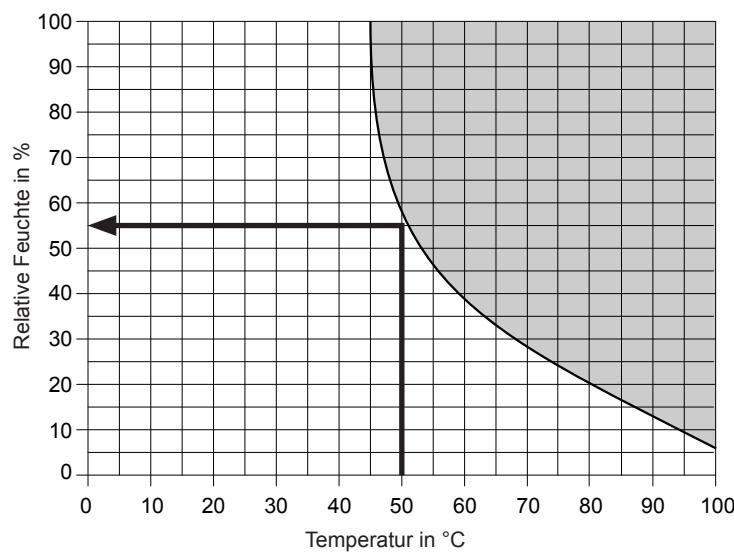
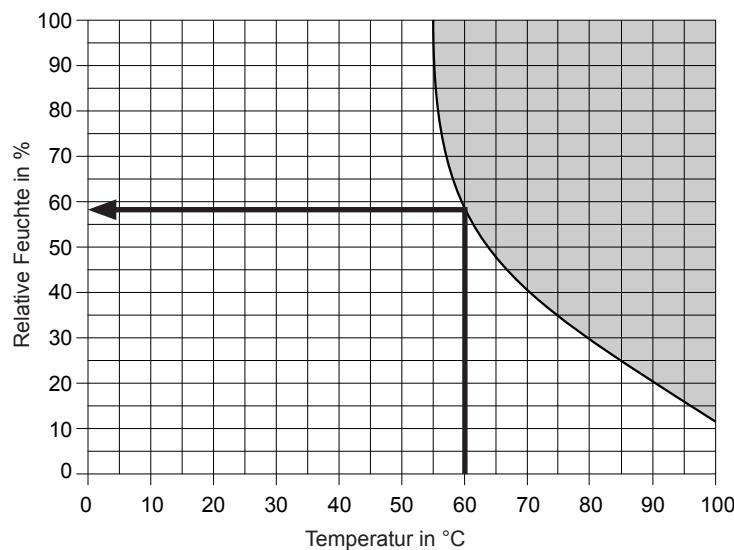

Abb. 5: Enthalpiekurve "Standard", sachgemäßen Gebrauch gemäss EN60335-2
Abb. 6: Enthalpiekurve "Tolerant", unsachgemäßen Gebrauch
- ¹⁾ Für den Temperatur-Feuchte Betrieb einer Bio Sauna können nur Temperatur- und Feuchtesollwerte links und unterhalb der gewählten Enthalpiekurve ("Standard" (Werkseinstellung, sachgemäßer Gebrauch gemäß EN60335-2) oder "Tolerant" (unsachgemäßer Gebrauch)) einstellen (siehe Abb. 5 und Abb. 6). Bei Veränderung des Feuchtesollwerts oder des Temperatursollwerts wird der jeweils andere Sollwert entsprechend der gewählten Enthalpiekurve automatisch auf den maximalen Wert eingestellt.